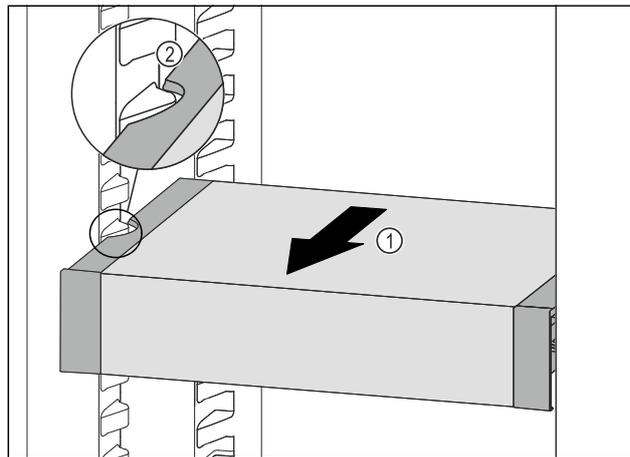

Fig. 138
- ▶ Tirare VarioSafe in avanti Fig. 138 (1) fino a quando le cavità laterali di VarioSafe non si trovano al livello della nervatura del contenitore nel vano frigorifero. Fig. 138 (2)